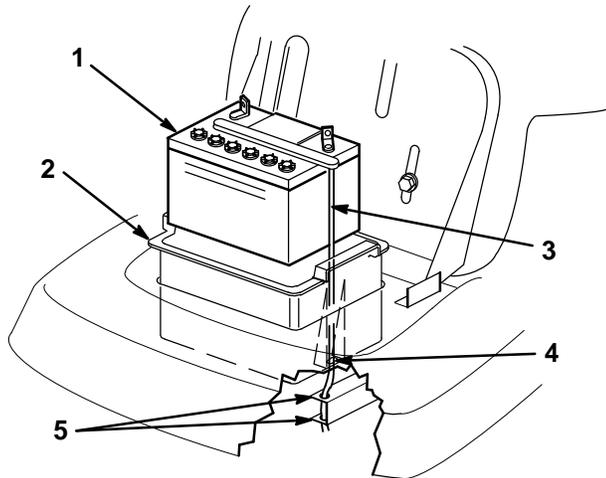

Figure 22
5. Retirer du châssis le bac à batterie, la batterie et le long tuyau d'aération (Fig. 22).
1. Placer la batterie dans le bac à batterie et faire passer le long tuyau d'aération dans la gouttière en ressortant par la fente au fond du bac (Fig. 22).
**Important :** Si l'on regarde dans la découpe du châssis destinée à recevoir le bac à batterie, on peut voir un trou à l'extrémité de l'élément de droite du châssis (Fig. 22). Le long tuyau d'aération de la batterie doit toujours passer dans ce trou pour éviter que l'acide de la batterie ne corrode la tondeuse et le plateau de coupe.
- Placer le bac à batterie et la batterie dans le châssis (Fig. 22). Veiller à faire passer l'extrémité du tuyau d'aération dans les trous du châssis (Fig. 22).